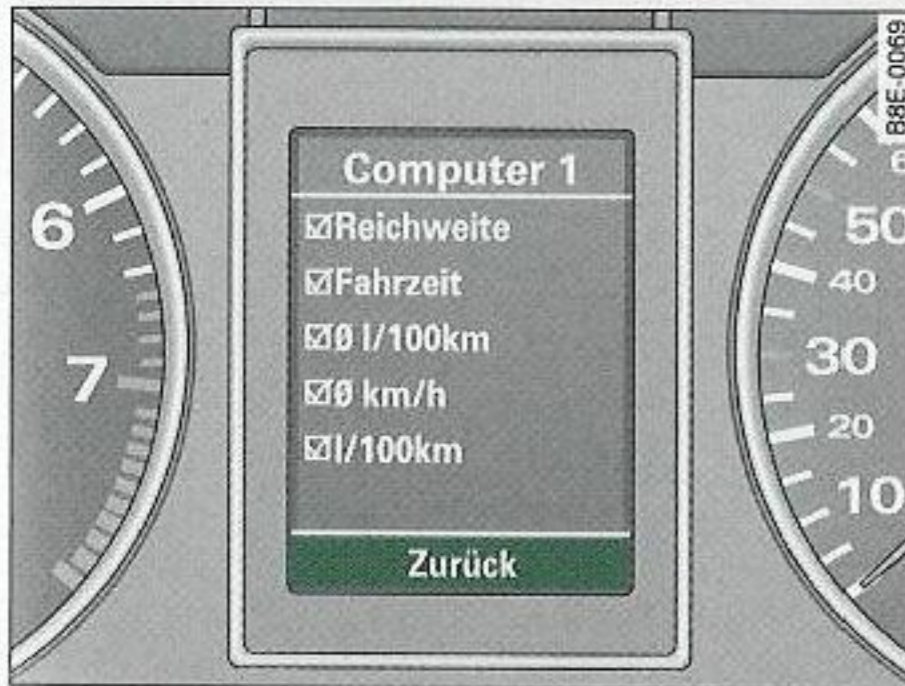

Fig. 35 Pantalla digital: Menú Computer 1 (Ordenador 1), se ha seleccionado la opción de menú Zurück (Retorno)
- Si desea volver al menú anterior, gire el botón giratorio/pulsador hasta **Zurück** (Retorno), ⇒ fig. 35 y púselo cuando se encuentre en dicha posición.